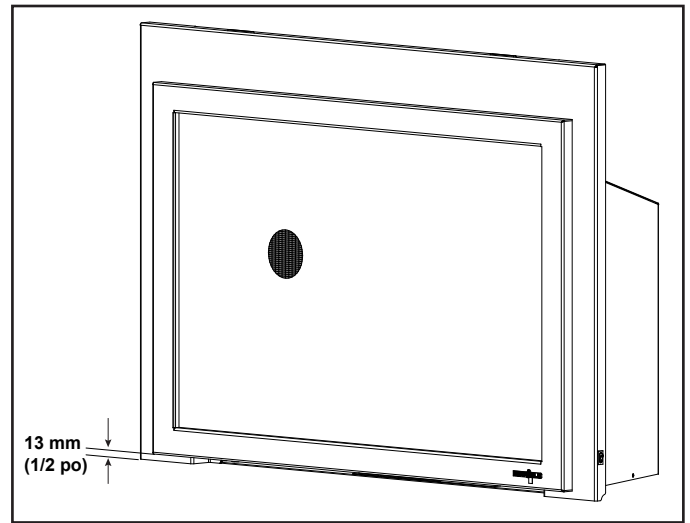

Figure 8.4 Espace minimum requis en bas de la façade de 12,7 mm (1/2 po)
- Un espace de 12,7 mm (1/2 po) doit être maintenu sous la partie inférieure de la face avant. Voir la figure 8.4.